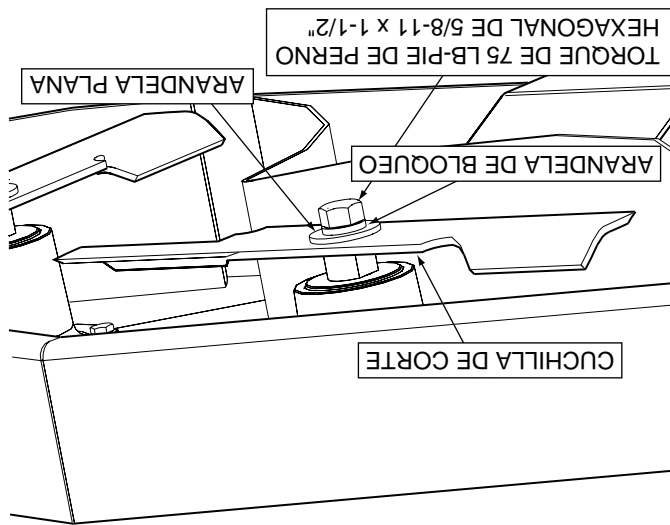

Figura 7-9 Reemplazo de la cuchilla
3. Asegure las cuchillas de corte para evitar que giren plana del eje. (Figura 7-9).
5. Instale la cuchilla de corte en el eje de corte. Evite el giro de las cuchillas con un apriete de 75 lbs-pie. (Vea la Figura 7-9).